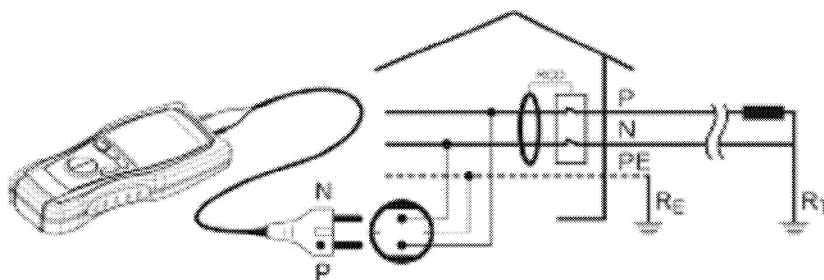

Fig. 12: Forbindelser af instrumentets terminaler under en fejlstrømstest.
- Forbind det grønne kabel på instrumentet til jord og det sorte kabel til faselederen. (som vist på fig.12)
- Isæt stikproppen i en stikkontakt (som vist på fig.12). Billedet repræsenterer forbindelsen til stikkontakten.